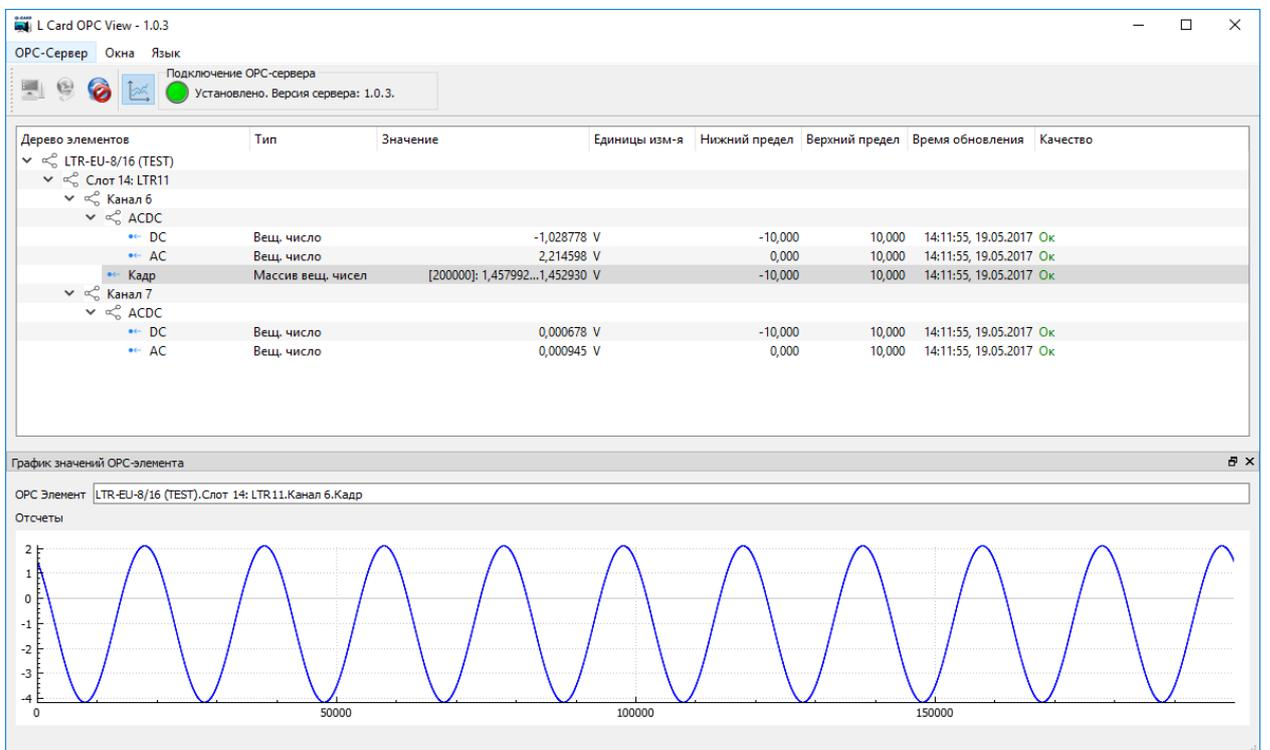

Рис. 4.7: Отображение графика с отсчетами массива для OPC-элемента типа массив
- Если у элемента тип массив (Массив вещ. чисел), то отображается график со всеми значениями элементов массива для последнего полученного значения OPC-элемента (рисунок 4.7). По горизонтальной оси отображается номер отсчета в массиве.